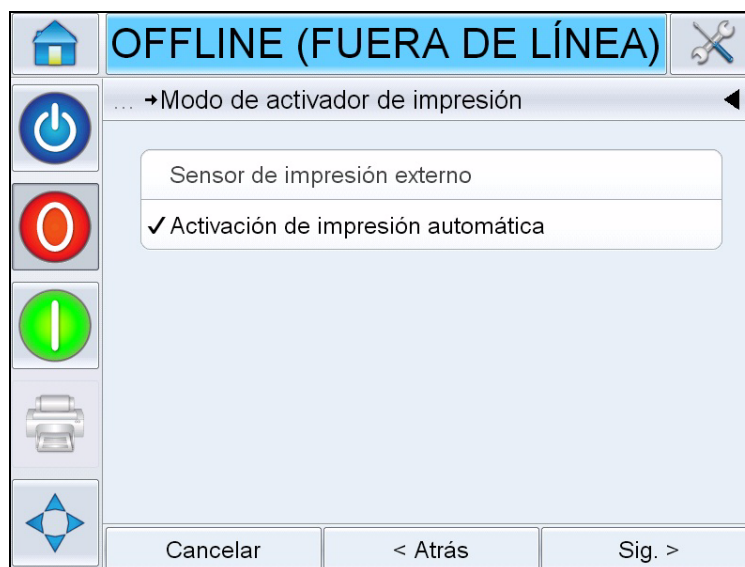

Figura 5-13: Modo de activador de impresión
- 3 Toque **Sig. >** para configurar la dirección en la cual el producto pasará por el cabezal (consulte la Figura 5-13).
- 4 Toque **Sig. >** para configurar el modo de activador de impresión (consulte la Figura 5-13 en la página 5-11).